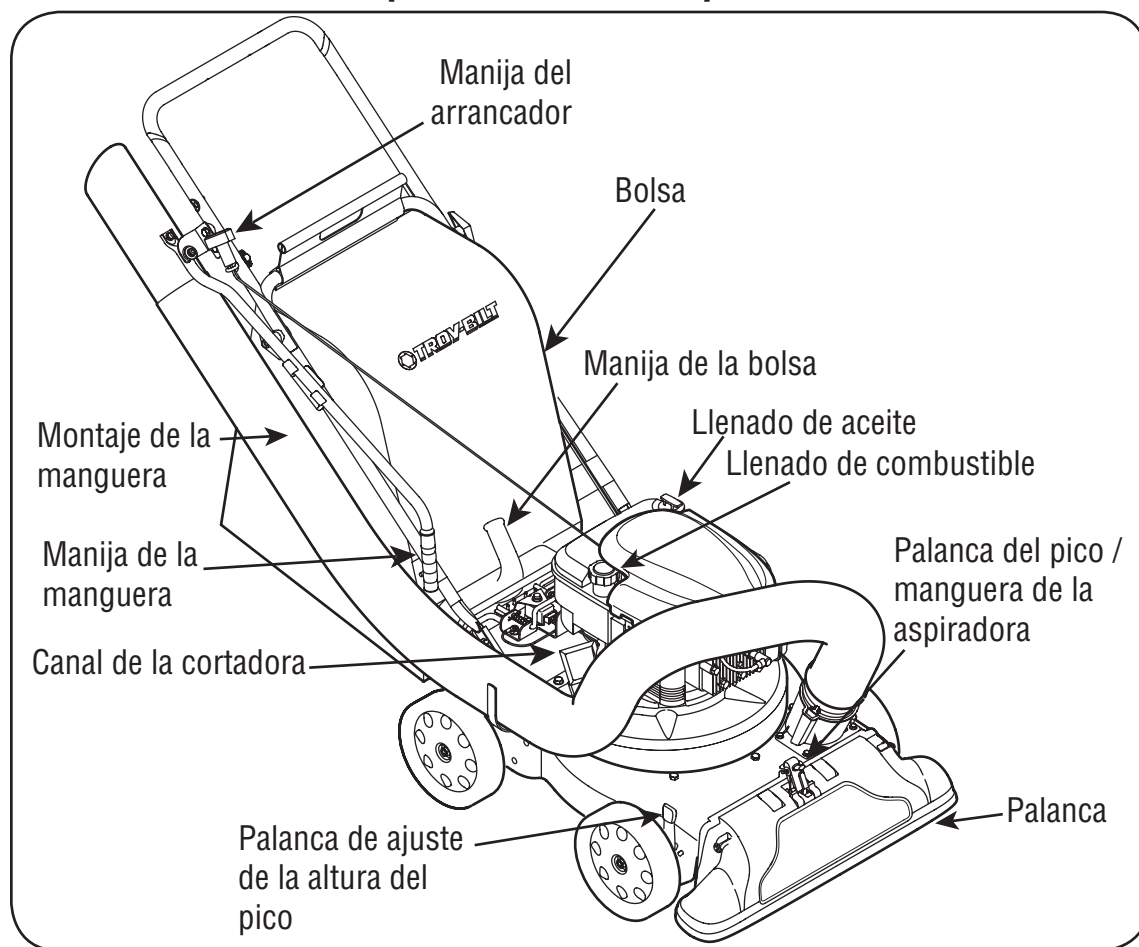

Figura 4-1
Permite que las ramas pequeñas de hasta 1-1/2" de diámetro ingresen al motor para picarlas. Vea la figura 4-1.
Se utiliza para tomar la bolsa para colocarla, sacarla y vaciarla. Vea la figura 4-1.
Se usa como alternativa del uso del pico para aspirar los desechos que se acumulan en los patios como por ejemplo las hojas o las agujas de los pinos que se encuentran en lugares de difícil acceso. Vea la figura 4-1.
El mango de juez de salida es atado al mango superior derecho. Soporte detrás de unidad y tirón el mango de juez de salida para comenzar motor. Vea la figura 4-1.
1. Verifique el nivel del aceite y agregue más de ser necesario. Siga las instrucciones del manual del motor. Vea la ubicación del tapón de llenado de aceite en la Figura 4-1.
2. Realice el servicio del motor con gasolina como se indica en el manual del motor. Vea la ubicación del tapón de llenado de combustible en la Figura 4-1.